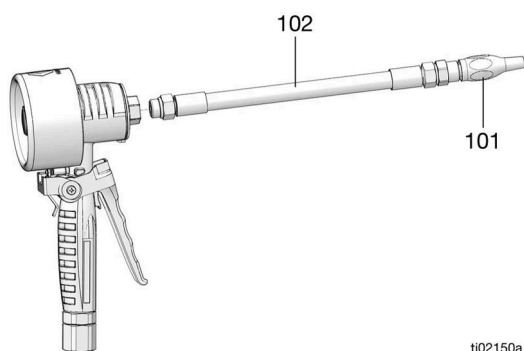

FIG. 10
2. Feche a válvula de desligamento de fluido (L).
3. Remova o bico (101) e a extensão (102) (FIG. 10).